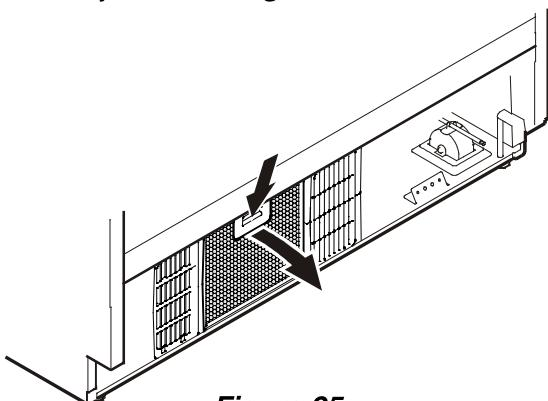

Figura 25
- Presione el botón del filtro de aire, inclínelo hacia adelante y retírelo - **Figura 25.**